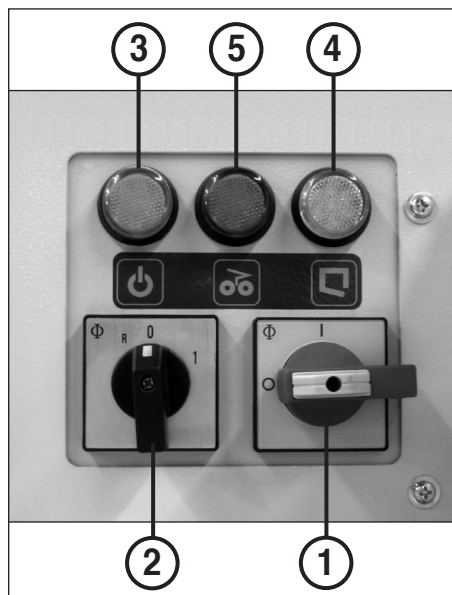

Abb. 11
1. Das Schneidwerk blockiert. Die Kontroll-Anzeige (5) (Abb. 11) leuchtet auf.
Verteilen Sie das zurückgeführte Material und setzen die Zerkleinerung mit geringerer Menge fort. Die Maschine muß hierfür am Drehschalter (2) (Abb. 11) zunächst ausgeschaltet (Pos. „0“) und dann wieder eingeschaltet (Pos. „1“) werden.